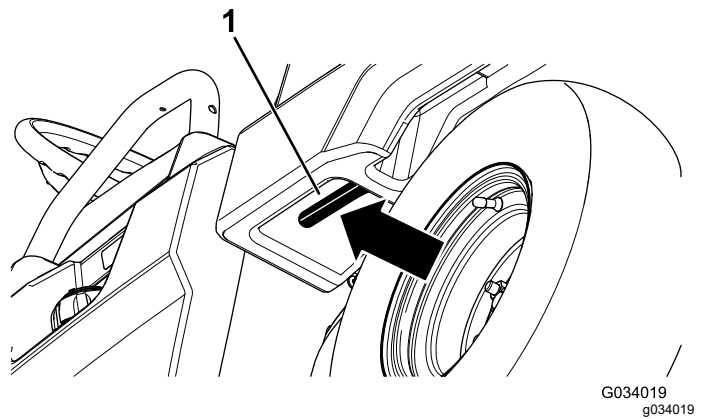

Figure 15
1. Tirez le levier situé à l'intérieur et à gauche du plateau de chargement vers vous, et levez le plateau (Figure 15).
1. Levez légèrement le plateau de chargement en soulevant le levier de verrouillage (Figure 15).